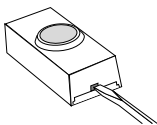

Figure 1
1. **Installation de la pile alcaline 12 V de type A23 pour bouton-poussoir.** Ôtez la partie arrière du boîtier en enfonçant la patte du bas au moyen d'un petit tournevis (voir Figure 1). Assurez-vous que la pile est orientée correctement (voir p. 16).